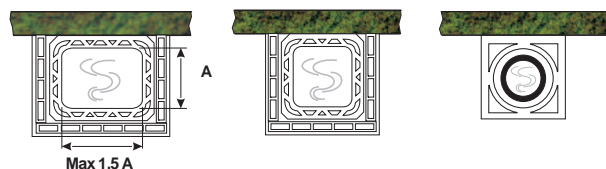

Fig. 5.2.1
• Le dimensioni della **CANNA FUMARIA** dovranno essere conformi a quanto riportato nella scheda Tecnica (tiraggio medio 12 Pa con portina chiusa). È consigliabile l'uso di canne fumarie coibentate in refrattario o in acciaio inox di sezione circolare, con pareti interne a superficie liscia (Fig. 5.2.1). La sezione della canna fumaria dovrà mantenersi costante per tutta la sua altezza. È opportuno prevedere, sotto l'imbocco del canale da fumo, una camera di raccolta per materiali solidi ed eventuali condense.
- **FLUE** dimensions must comply with the instructions given in the technical data sheet (medium draught 12 Pa with the door closed). It is advisable to use flues insulated with a refractory material or in stainless steel with a circular cross section and smooth internal walls (Fig. 5.2.1). Flue cross-section should be kept constant for all its height. Under the outlet of the smoke pipe there should be a chamber for gathering solid materials and any condensation.
- Die Maße des **RAUCHFANGS** müssen den Angaben des technischen Datenblattes (bei geschlossener Tür Abzug medium 12Pa) entsprechen. Es wird die Verwendung von runden, isolierten Rauchfängen aus Schamotte oder Edelstahl, die an den Innenwänden eine glatte Oberfläche haben, empfohlen (Abb. 5.2.1). Der Durchmesser des Rauchfangs muss über seine gesamte Länge gleich sein. Es ist außerdem empfehlenswert, an der Mündung des Rauchkanals eine Kammer vorzusehen, in der Feststoffe und eventuelle Kondensflüssigkeit aufgefangen werden.